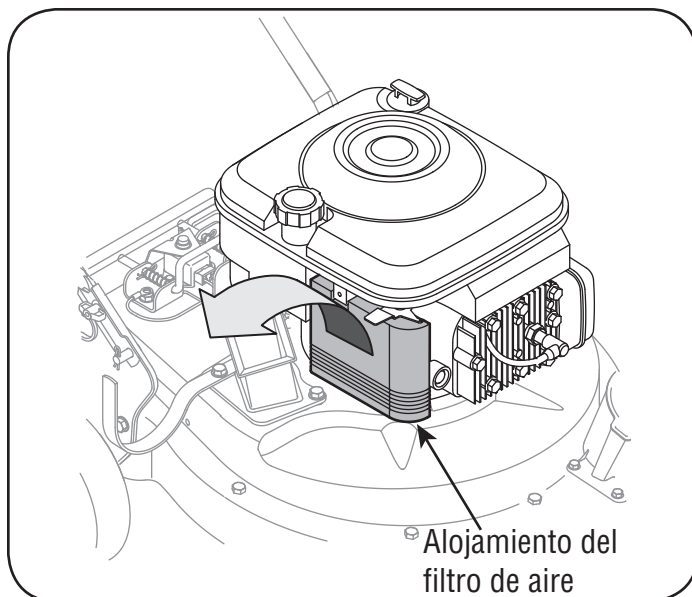

Figura 15
1. Afloje el tornillo e incline hacia abajo la cubierta del alojamiento de plástico en el lateral del motor. Vea la figura 15.
Limpie la bujía y ajuste el espacio a 0.030" al menos una vez por estación o cada 50 horas de operación. Vea la figura 15. Se recomienda reemplazar la bujía al inicio de cada temporada. Consulte el listado de piezas del motor para conocer el tipo correcto de bujía.